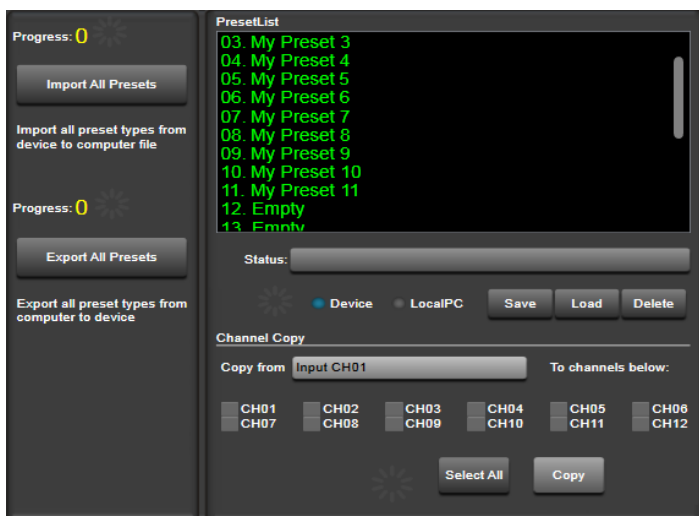

Abb. 27 Ansicht „Save/Load/Copy“
7.12 Ansicht „Save/Load/Copy“ (Abb. 27)
Der Name des gewählten Ein- oder Ausgangs steht im Feld „Copy from“  Abb. 27).
- 3) Unter „To channels below:“ ( Abb. 27) alle Kanäle auswählen, die diese Einstellungen übernehmen sollen.